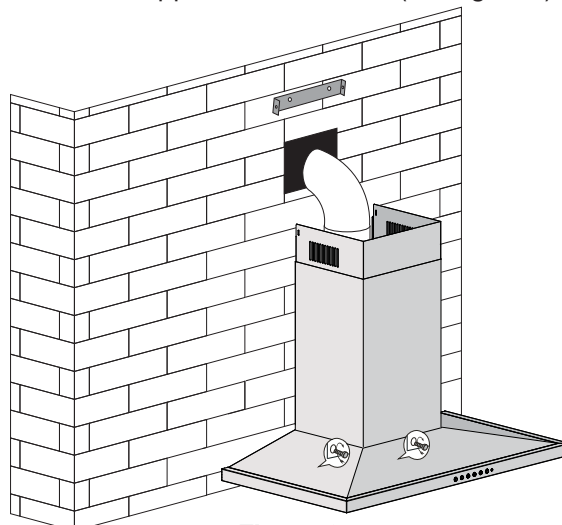

Figure 6 — 13 —
- Branchez le tuyau d'expansion à l'extérieur (voir figure 6).
- Fixez le corps avec des vis de sécurité, en utilisant des trous prépercés (6 mm/0,2 po) situés sur le boîtier arrière (voir figure 6).